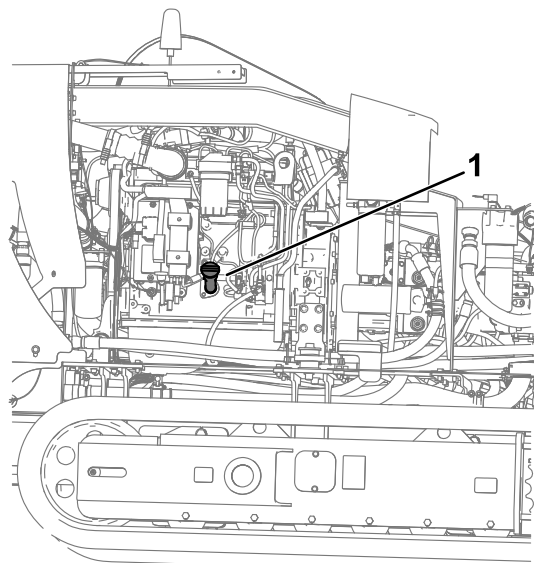

Figure 92
- A. Retirez le bouchon de remplissage (Figure 92) et faites l'appoint d'huile jusqu'à ce que le niveau atteigne le repère supérieur. **Ne remplissez pas excessivement.**